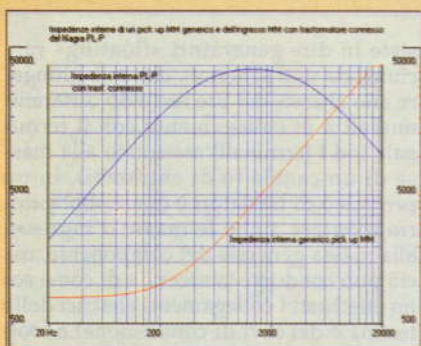

Figura 7 - Impedenza interna di un pick up MM generico ed andamento approssimativo dell'impedenza di carico del fono MM del Nagra con trasformatore connesso.
3) In tutti gli altri casi, e non sono pochi (MM a bassa uscita ed a bassa induttanza), in cui si può sfruttare l'accoppiamento a trasformatore, il pick up si trova ad operare su un carico la cui impedenza aumenta con la frequenza in modo approssimativamente parallelo all'aumento della propria impedenza interna, perlomeno fin quando non diviene predominante l'effetto della capacità parassita, ed a parere della Nagra ciò comporta dei vantaggi in termini di qualità sonora. In figura 7 vediamo a confronto su una scala logaritmica delle impedenze una curva che approssima l'impedenza interna del PL-P quando si usa il trasformatore e l'impedenza interna del nostro pick up MM «medio» idealizzato: fin quando le impedenze sono dominate dalla componente induttiva (nello specifico, dalle medio-basse alla prima par-